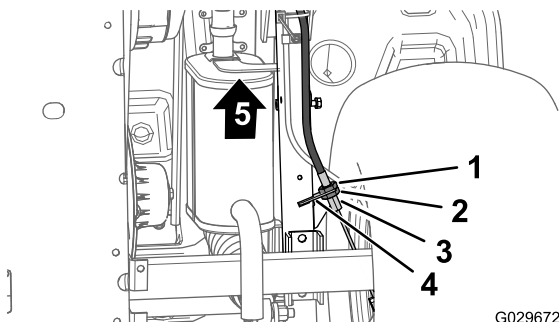

図 54
3. 機体の下側で、駐車ブレーキケーブルのねじ山付きアジャスタの後ジャムナットを4回転ゆるめる 図 54。
4. 前側ジャムナットを締める 図 54。
- A. ブレーキケーブルのねじ山付きアジャスタの前ナット 図 54を1回転ゆるめる。
- B. 後側ジャムナット 図 54を締める。
- A. ブレーキケーブルのねじ山付きアジャスタの後ナット 図 54を1回転ゆるめる。
- B. 前側ジャムナットを締める 図 54。